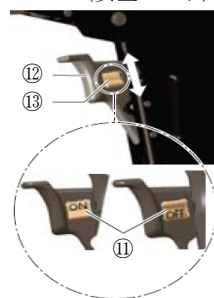

図 9
8. 安全ボタン⑪の使用法
- ** シース⑥を交換する際に安全ボタン⑪を OFF にし、安全のため骨パンチが作動しないようにする（図 9）。
- ** (1) 安全ボタン⑪を ON にすると、骨パンチが作動する状態になる。
** (2) 安全ボタン⑪を OFF にすると、骨パンチが作動しない状態（安全モード）になる。